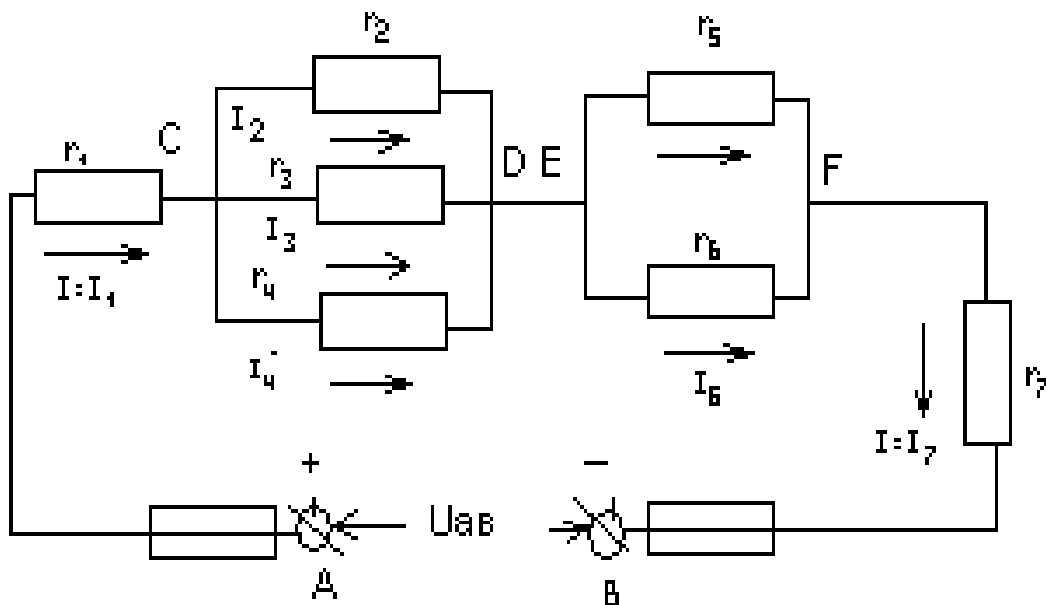

Рис.22
СПОСОБЫ ПРОВЕРКИ. 1. Проверка баланса мощностей сводится к проверке равенства общей мощности сумме мощностей на отдельных резисторах цепи. Для схемы, изображенной на рис. 22, следует убедиться в равенстве
2. Проверка применением 1-го закона Кирхгофа подтверждает правильность подсчета токов в параллельных ветвях. Например, для точки С (см. рис. 22)  $I=I_2+I_3+I_4$ , Для точки Е той же схемы  $I=I_5+I_6$ .
$U = U_{AB}$  для схемы, изображённой на рис.22 можно написать: